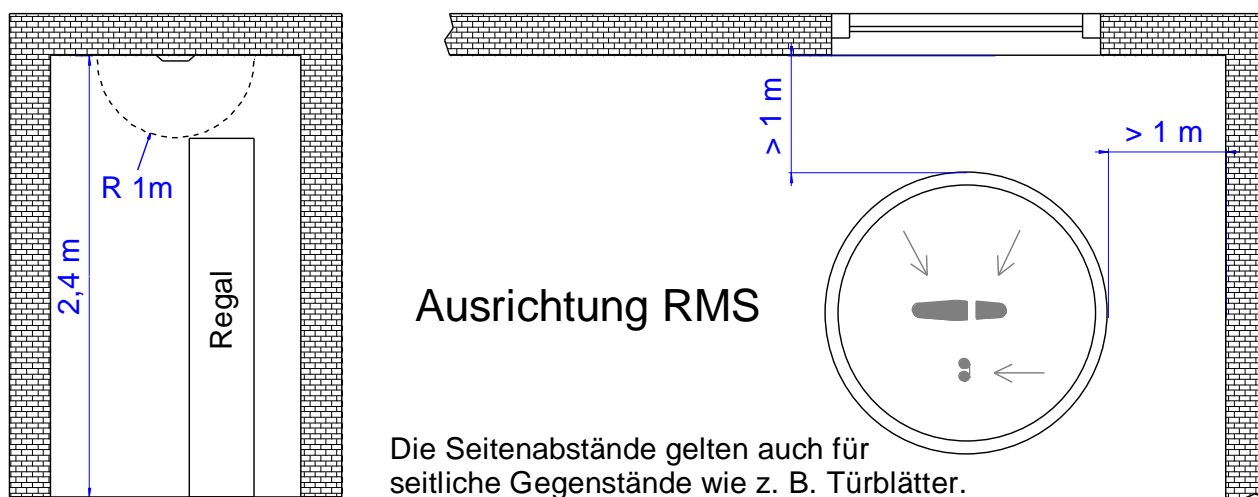

Fig. 1
- Der RMS-D II sollte mindestens 1 m von der Wand und in der korrekten Ausrichtung installiert werden (siehe hierzu Fig. 1).
1. Überprüfen der Einbausituation gemäß den „Einbauvorschriften (Fig. 1).